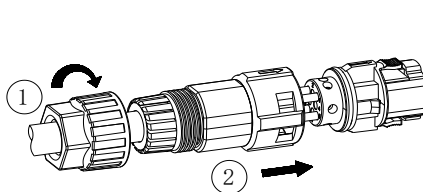

FIG.6 Montagem do conector
4) Aperte a porca de pressão e em seguida empurre a luva rosçada para dentro do bujão, conforme FIG.6.